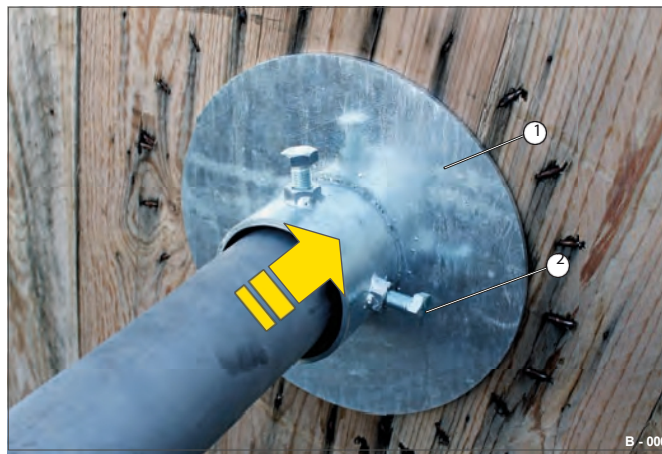

Fig. 8 Fästning av transportaxeln
► Skjut på flänsen (Fig. 8/1) på transportaxelns högra och vänstra sida.
► Dra åt skruvarna (Fig. 8/2) - dra åt jämnt.